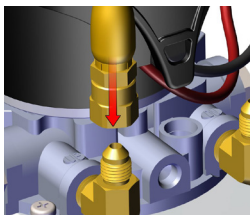
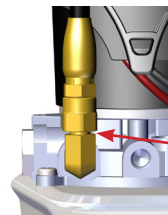

図14
図17
5. 「上昇ホースをここに差し込むタグ」を取り外し、「上昇」と書かれたホースを指で締め付け、次に5/8インチレンチを使ってフィッティングを4分の1回転回します。図14～図17。下降ホースにも同じステップを繰り返します。